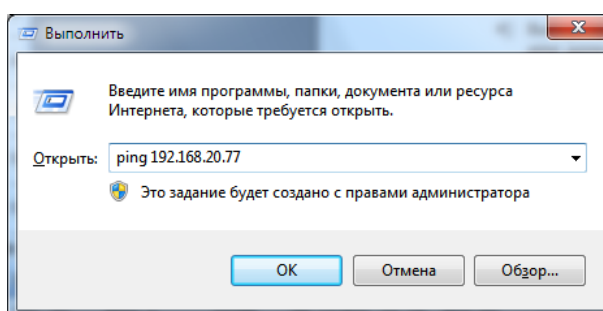
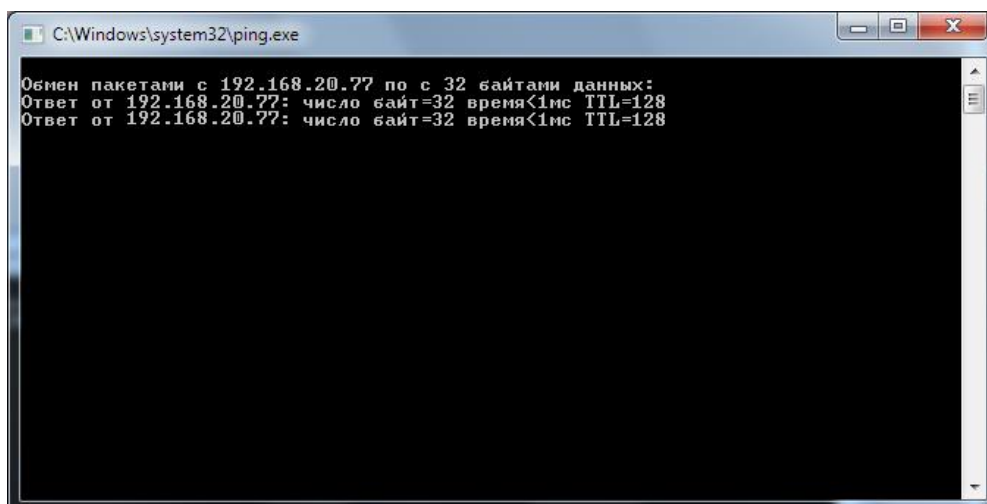

Рисунок 278 – Диалог "Выполнить"
Рисунок 289 – Консоль выполнения
- 4) Выберите пункт меню "Пуск/Выполнить", в диалоге "Выполнить" выполните команду *ping адрес\_контроллера* (например, *ping 192.168.20.77*) и убедитесь в наличии ответа на команду (см. Рисунок 278 - Рисунок 289).